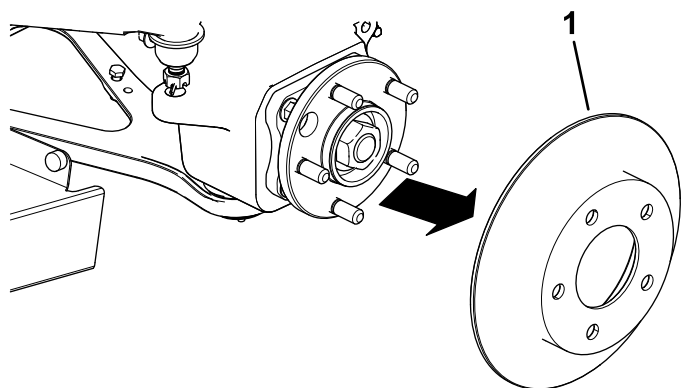

**Figura 5**
5. Rimuovete la tubazione del freno anteriore e posteriore dal cilindro principale (Figura 5).
3. Rimuovete la tubazione del freno anteriore e posteriore dal cilindro principale (Figura 5).